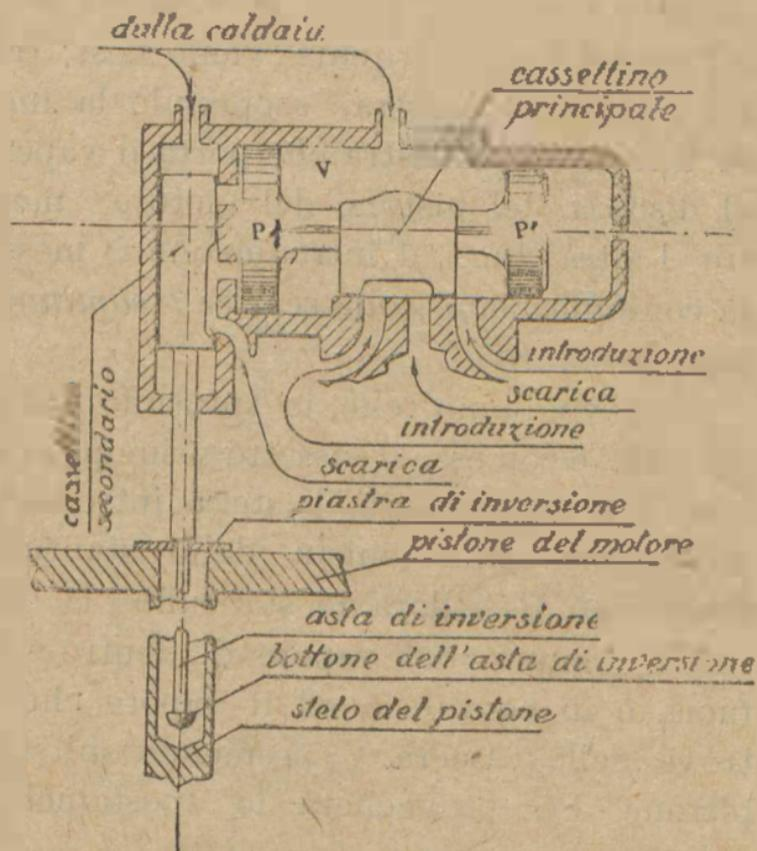

Fig. 9
15. La *Fig. 9* rappresenta schematicamente come è fatto questo meccanismo di distribuzione. Nella camera cilindrica *V* entra il vapore proveniente dalla caldaia, e preme sui due stantuffi *P* e *P'*. Siccome questi due stantuffi hanno diametri diversi, l'effetto del vapore sullo stantuffo *P* — che è il più grande — sarà maggiore dell'effetto che esso pro-
Questo cassetto verticale è comandato direttamente dal pistone mediante l'*asta di inversione* e la *piastra di inversione*. Esaminando le figure si vede bene che, quando il pistone arriva in alto (*Fig. 9*) urta colla piastra contro il risalto che si trova nell'asta di inversione e spinge in alto il cassetto secondario. Il vapore che è alla sinistra del pistone P allora si scarica, lo stantuffo differenziale si sposta verso sinistra e il cassetto principale scopre la luce di introduzione di destra che porta il vapore alla parte superiore del cilindro. Il pistone allora scende e, giunto alla sua estremità inferiore, urta colla piastra nel *bottono di inversione*, posto all'estremità inferiore dell'asta di inversione, (*Fig. 10*) tira in basso il cassetto secondario, il vapore entra sulla sinistra dello stantuffo differenziale, e questo, spostandosi col suo cassetto, scopre la luce di introduzione sinistra mettendo la destra in comunicazione colla scarica. La luce di introduzione sinistra